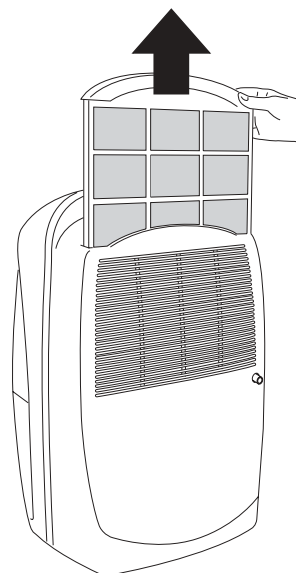

Abb. . 4
- Zum Ausbauen den Filter herausziehen (Abb. 4)..